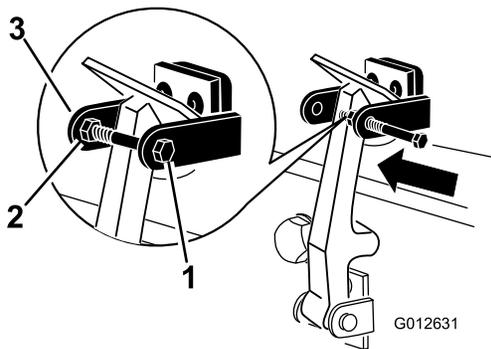

Bild 16
7. Schrauben Sie die Schraube in den anderen Arm der Motorhaubenhalterung, um den Riegel zu arretieren (Bild 16).